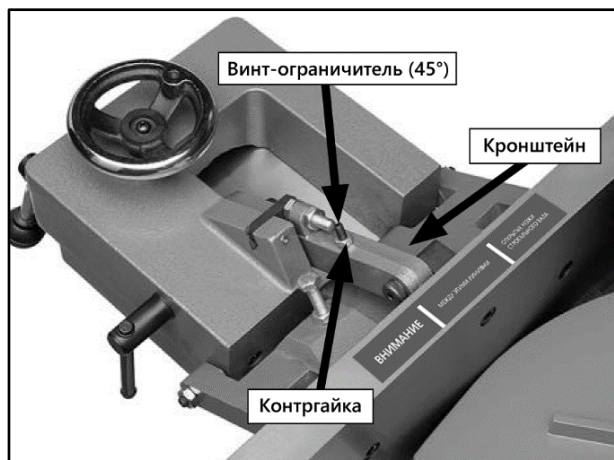

**Рисунок 49.**
- При помощи малки установите параллельный упор под углом 45 градусов (рис. 49). Открутите контргайку (рис. 50).